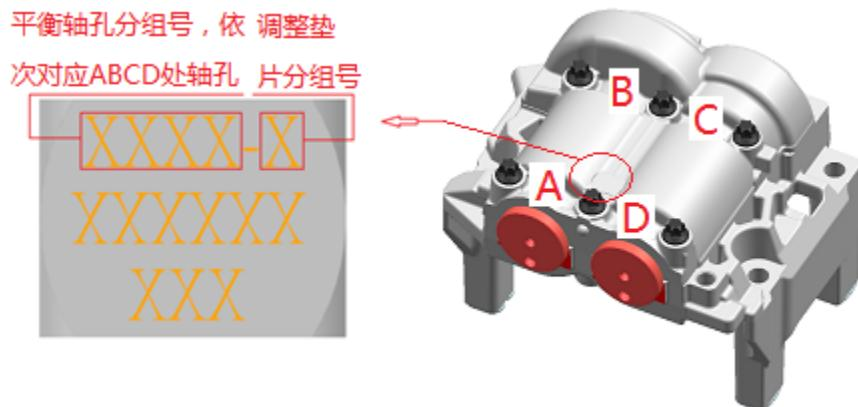
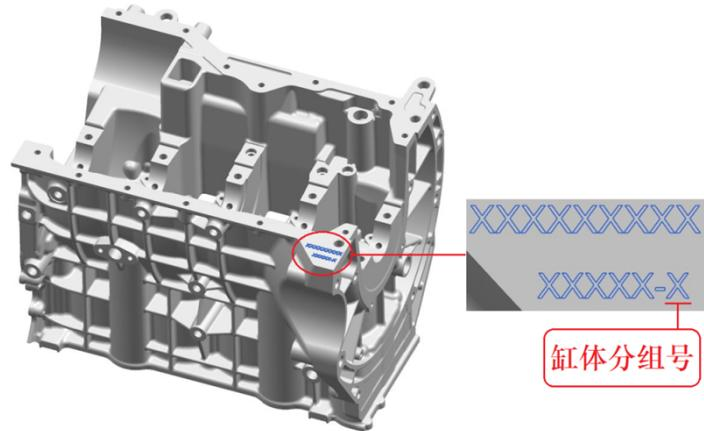

图 13.2
图 13.6
- 9、按下表 13.2 选配平衡轴调整垫片（平衡轴分组号如图 13.2 所示，缸体分组号如图 13.6 所示），将 4 个平衡轴调整垫片分别安装到平衡轴机构部件的 4 个空心圆柱销上（连接油道的空心圆柱销无需安装垫片），将垫片压至贴合平衡轴座。